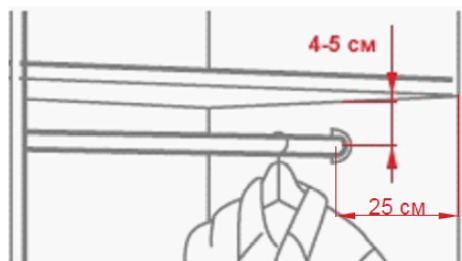

Рис.8 – Схема крепления штанги
10 Прикрепить к боковой стенке правой (3) и перегородкам (6,7) держатели трубы овальной шурупами - саморезами 3,5x16 мм, в них вставить – трубу овальную сечением 30x15 (штангу) (с) исходя из рекомендованных параметров (Рис.8).